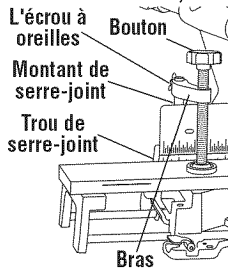

Figure 19. Serre-joint d'ouvrage
**Serre-joints** – Ce serre-joint permet de fixer facilement une pièce sur l'un ou l'autre des deux (2) trous de serre-joint situés derrière le guide (Figure 19 et 19a).